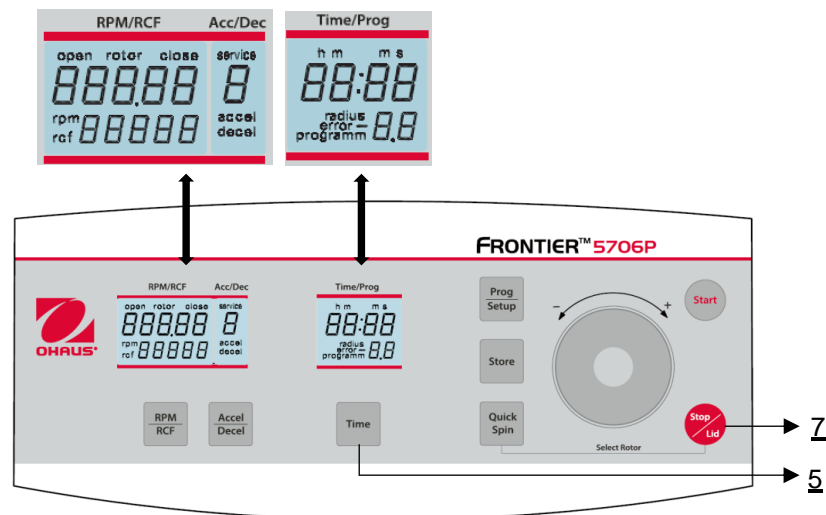

Figure 28
Ouvrir le couvercle de la centrifugeuse et couper l'interrupteur principal. Rallumer ensuite l'interrupteur principal. Pendant environ 3 secondes, l'écran affiche "5706P" ainsi que la version actuelle du logiciel. Pendant ce temps, appuyez simultanément sur les touches "Time" (5) et "Stop/Lid" (7). Un test d'affichage est alors effectué pendant environ 3 secondes. Tous les indicateurs s'affichent en même temps (**voir figure 28**).